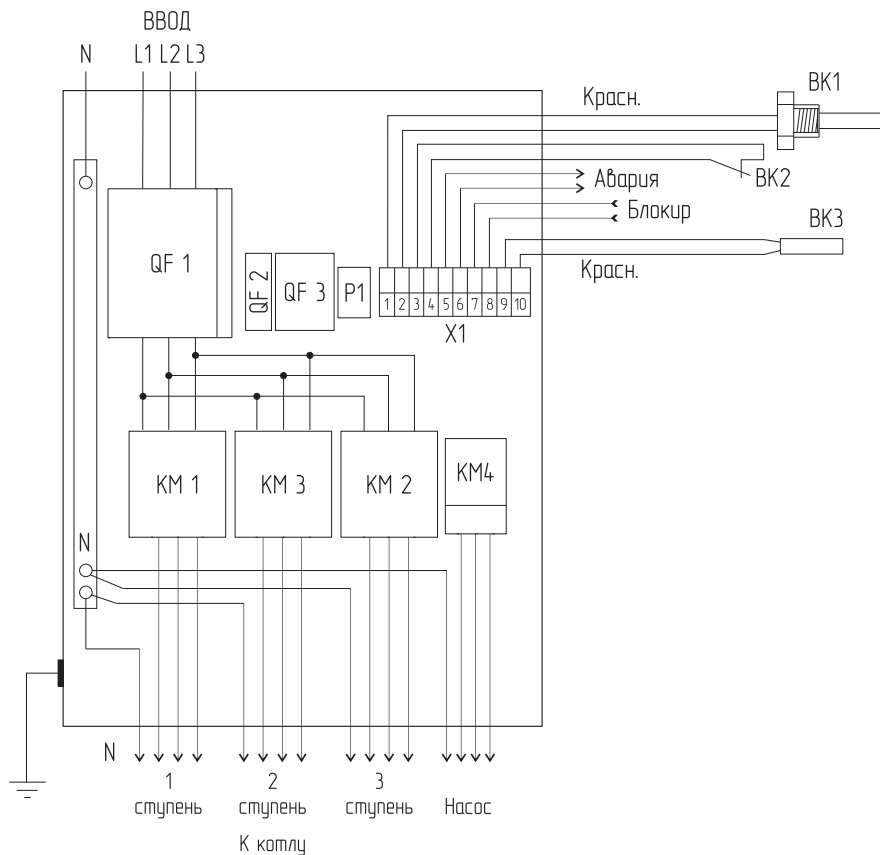
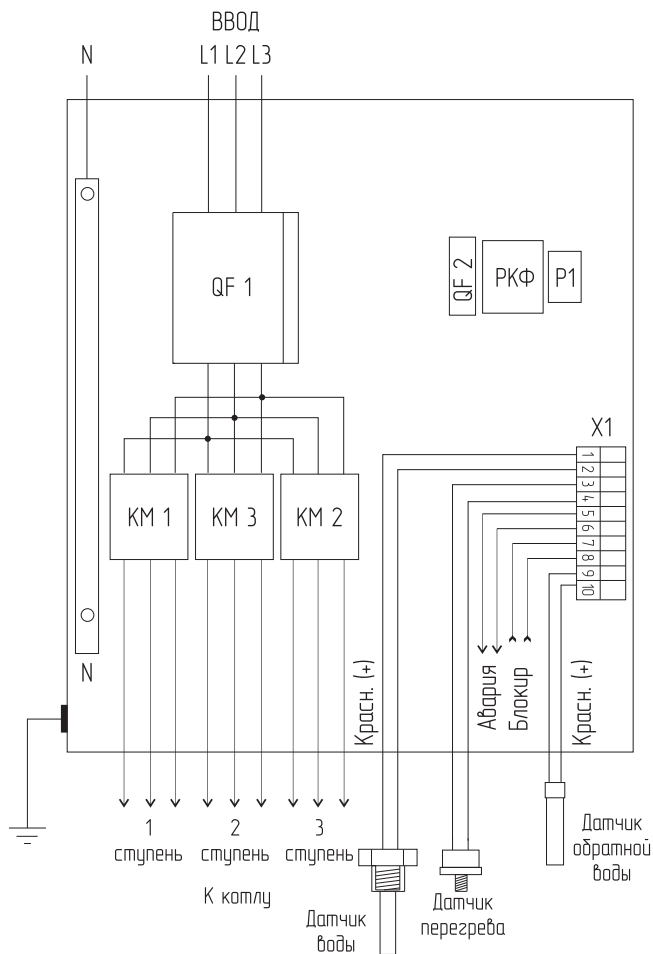

Рис.3 Схемы подключения ПУ ЭВТ И.3.4
Рис.4 Схемы подключения ПУ ЭВТ И.3.6, ПУ ЭВТ И.3.К
- Эксплуатация панели должна осуществляться только при условии ее подключения в соответствии со схемой электрического подключения (**Рис.3, Рис.4**);
1. Подключите панель управления к водонагревателю проводами или кабелями соответствующего сечения (исходя из мощности водонагревателя), согласно схеме подключений (**Рис.3, Рис.4**) настоящего паспорта и инструкции по эксплуатации.
2. Установите датчик температуры прямого теплоносителя на предназначенное в водонагревателе место. Подключите датчик к монтажной колодке X1 в соответствии со схемами **Рис.3**, **Рис.4**, обращая особое внимание на полярность подключения. Провод красного цвета, подключается на клемму (1), синего цвета на клемму (2) колодки X1. Установите датчик перегрева в водонагревателе без прокладки, не прилагая большого усилия при закручивании. Установите датчик обратного теплоносителя на обратную магистраль системы отопления и подключите его к колодке X1 обращая особое внимание на полярность подключения.
3. Выполните заземление корпуса панели в соответствии со схемами подключений **Рис.3**, **Рис.4**.
- В качестве защиты используется максимальная токовая защита вводным автоматическим выключателем на отключение котла. Предусмотрена внешняя блокировка включения магнитных пускателей, блок-контактом из схемы защиты от превышения давления (**конт. 7; 8 X1**) **Рис.3, Рис.4**. Предусмотрена возможность подключения внешней сигнализации аварийного отключения, для этого на колодку X1 (**конт. 5; 6**) **Рис.3, Рис.4** выведены контакты реле аварийного отключения P1.